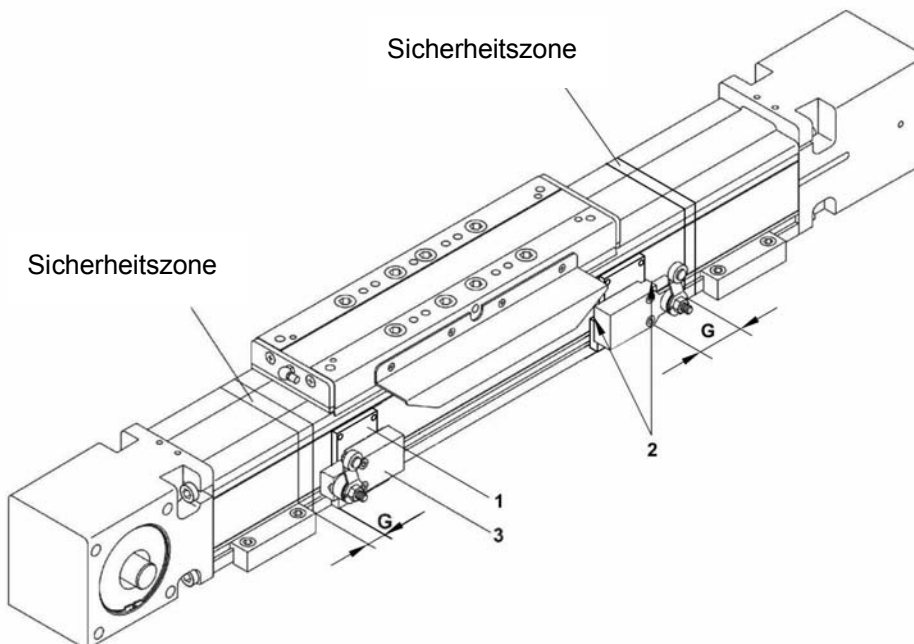

Bild 5:
1. **Bild 5:** Klemmschrauben (2) der Befestigungsplatte (1) lösen.
2. Verschieben der Befestigungsplatte mit dem Endschalter (3) in die gewünschte Position.